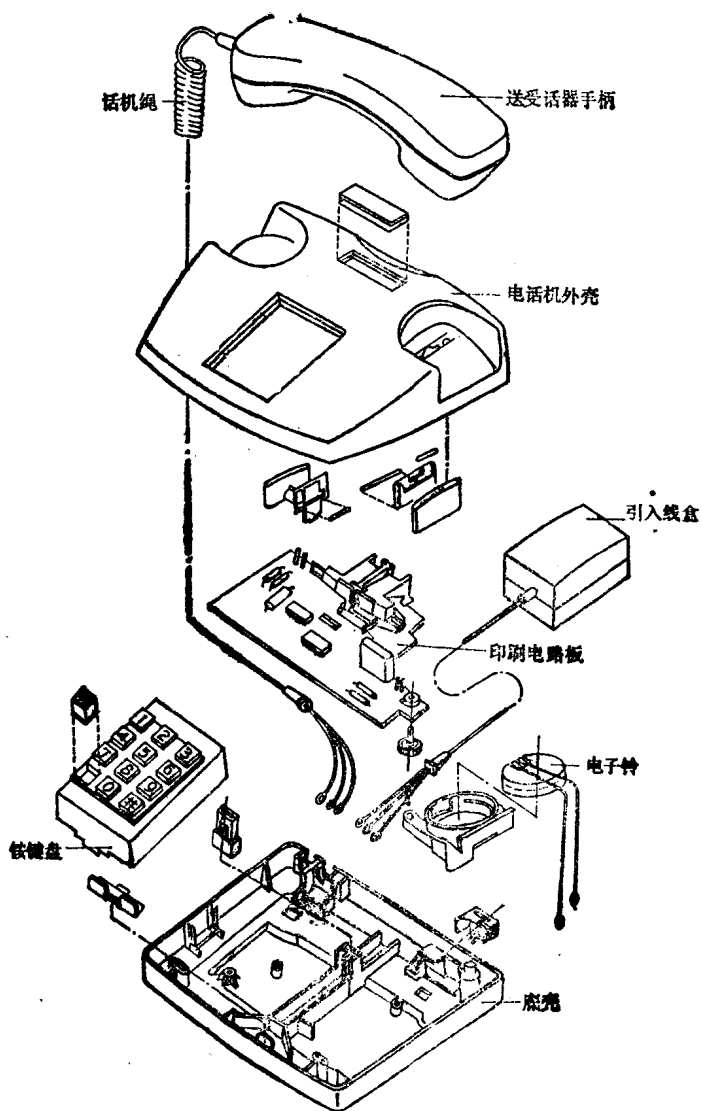

图1.1 电话机结构解剖示意图
8. 由于采用电子元、器件，使质量减小、内部结构紧凑，可参见结构解剖示意图1.1。